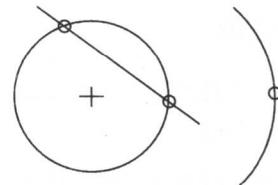

图 2-11 分割
(4)用鼠标左键单击 按钮(分割命令)之后,单击图元的两个交点处,如图 2-11 分割所示,也可直接在直线或圆弧上单击,即可在该点将图元(直线或圆弧)一分为二。